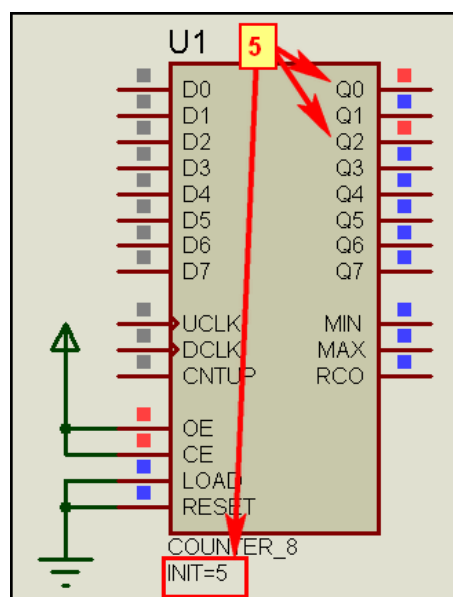

Рис. 22.
**INIT** – начальное состояние. В зависимости от типа элемента при старте симуляции переводит его в определенное состояние. Например, если для триггера в окне **Other Properties** свойств записать строку **INIT=1**, то при старте он окажется «взведенным», т.е. на выходе Q будет 1, не !Q будет 0. Для счетчиков или сдвиговых регистров это свойство устанавливает начальное состояние счетчика (Рис. 22).
Например, если для примитива восьмиразрядного счетчика на Рис. 22 записать **UPPER=10**, то мы превратим его в десятичный счетчик.